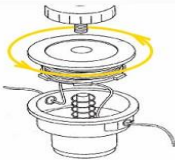

Рисунок 3
- намотайте жилку на шпулю у напрямку, зазначеному стрілкою (рис.3), слідкуючи за тим, щоб кожен відрізок жилки перебував у своєму відділенні;